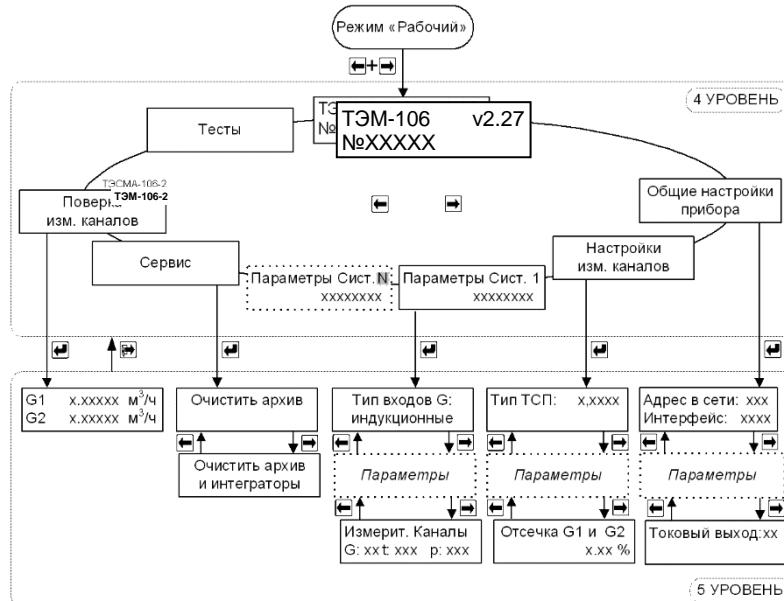

Рис. 7.3 Режим «Настройки» для ТЭМ-106. Пункт меню «Проверка изм. каналов» доступен только для модификации ТЭМ-106-2
7.4.1 Для входа в режим работы теплосчетчика «Настройки» необходимо, находясь в любом меню режима «Рабочий», одновременно нажать кнопки «влево» и «вправо». Порядок перехода между окнами в режиме «Настройки» изображён на рис. 7.3. Окна, выделенные штриховой линией, могут отсутствовать, если значениям параметров, отображаемых в этих окнах, присвоено значение **нет**.